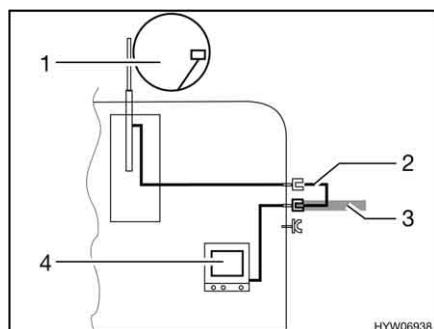

Fig. 104 TV nel veicolo
- TV nel veicolo (Fig. 104,4): Collegamento all'antenna del tetto (Fig. 104,1) con cavo di collegamento (Fig. 104,2)
- TV nel veicolo (Fig. 104,4): Collegamento a antenna esterna (Fig. 104,3)